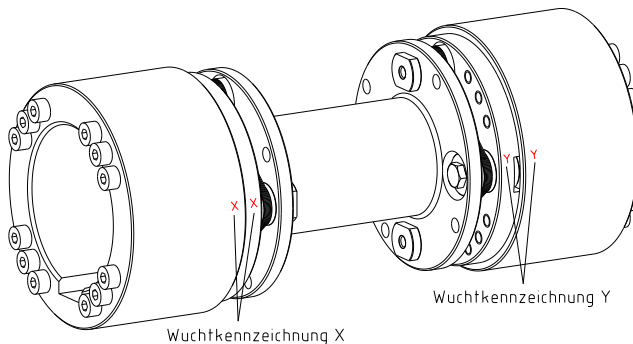

Bild 11: Ausrichtung des Zwischenstückes
- Bei summiengewuchteten Kupplungen ist zusätzlich darauf zu achten, dass auch die Wuchtkennzeichnung X (Y) der Nabe fluchtend zu der Wuchtkennzeichnung X (Y) des Zwischenstücks ausgerichtet ist (siehe Bild 11) (optional).